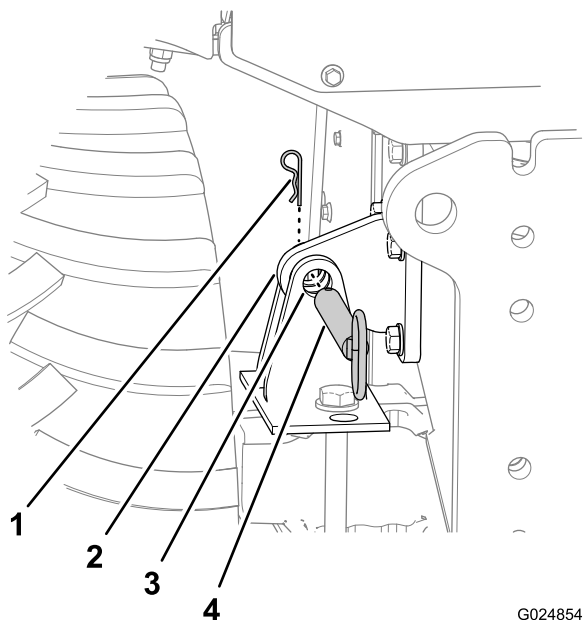

Рисунок 44
1. Снимите шплинт крепления штифта блокировки наклона к кронштейну блокировки ходовой части (Рисунок 44).
2. Извлеките штифт блокировки наклона из отверстий в кронштейне блокировки ходовой части и кронштейна блокировки моста (Рисунок 44).
1. Используйте переключатель наклона для совмещения отверстия в кронштейне блокировки ходовой части с отверстиями в кронштейне блокировки моста (Рисунок 44).
4. Вставьте до упора штифт блокировки наклона в горизонтальные отверстия кронштейна блокировки ходовой части и кронштейна блокировки моста (Рисунок 44).
5. Закрепите штифт блокировки наклона в кронштейне блокировки ходовой части с помощью шплинта (Рисунок 44).